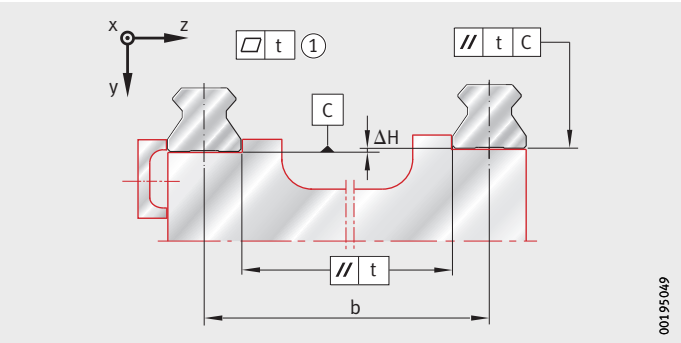

Bild 3
- ▶ Parallelität, Ebenheit und Rechtwinkligkeit der Anschlagflächen kontrollieren, siehe *Tabelle* und *Bild 3*, Seite 4.